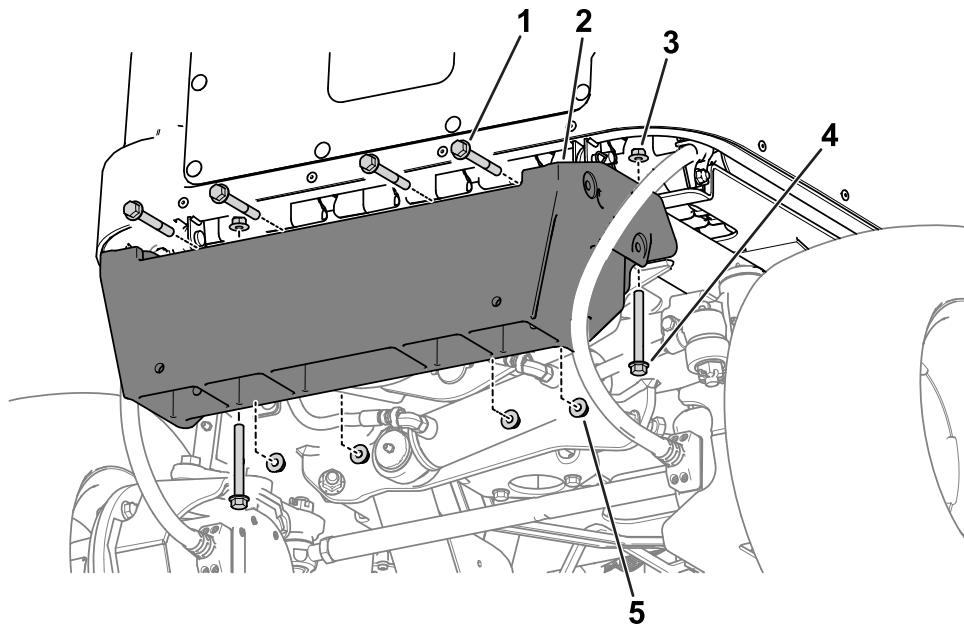

Bild 12
3. Befestigen Sie den oberen Bereich des Stoßfängers mit vier Schrauben (3/8" x 3") und 4 Muttern (3/8") lose am Maschinenrahmen, wie in Bild 12 dargestellt.
- 4. Befestigen Sie den Stoßfänger mit zwei Schrauben ($\frac{3}{8}$ " x 3 $\frac{1}{4}$ ") und zwei Muttern ($\frac{3}{8}$ ") lose unter dem Maschinenrahmen, wie in Bild 12 dargestellt.